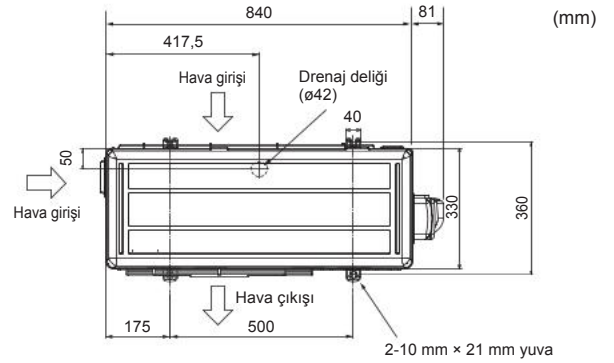

Fig. 3-1
3.1. Dış ünite (Fig. 3-1) Havalandırma ve servis alanı